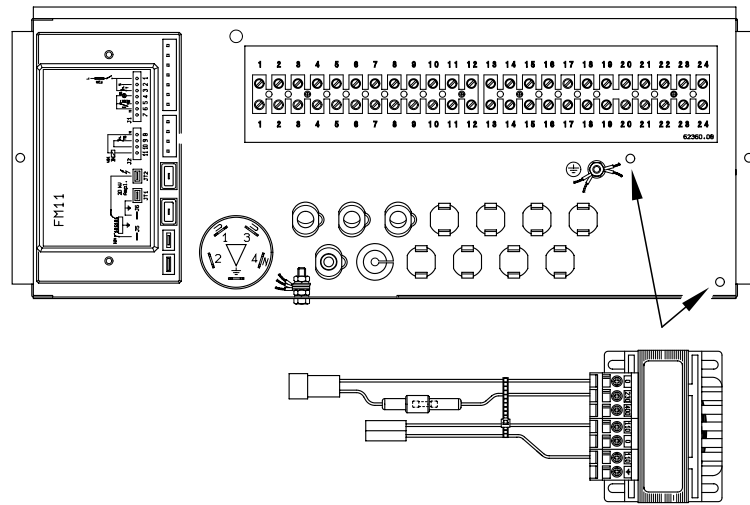

Fig. 6/a
Toutes les fonctions de la chaudière peuvent être gérées par la régulation électronique optionnelle code 8096303, fournie avec la sonde de température externe (SE), sonde immersion chaudière (SC) (fig. 7). La régulation électronique prévoit le branchement d'une autre série de connecteurs à basse tension pour le branchement des sondes et de l'unité milieu ambiant (les connecteurs se trouvent dans un sachet à l'intérieur du tableau de commande). Le bulbe de la sonde de bouilleur extérieure éventuelle (SS), optional cod. 6277110, doit être introduit dans la gaine du ballon et celui de la sonde chaudière (SC) dans la gaine de la sonde de température externe (SE), respecter les instructions figurant sur l'emballage de la sonde elle-même. Pour procéder au branchement électrique, se référer au schéma de la figure 6.